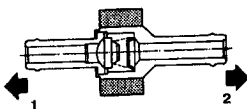

Рис. 9.22 Положение установки обратного клапана очень важно (См. Раздел 13)
7. Для проверки обратного клапана снимите его со шланга (запомнив положение установок) – См. Рис. 9.22].